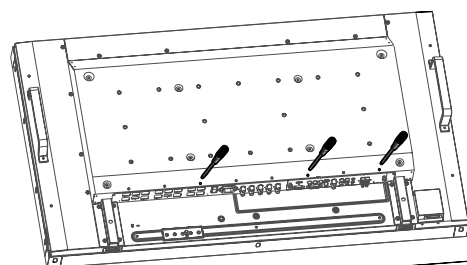

Figura 6
- Rimuovere le tre viti (Figura 6).